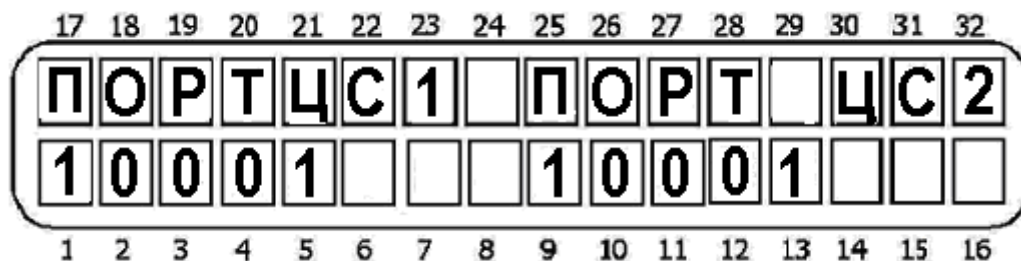

Рисунок 58.1 - Порты центральных станций
**Порты ЦС** Введите номера портов ЦСМ1 и ЦСМ2 (см. рисунок 58.1).